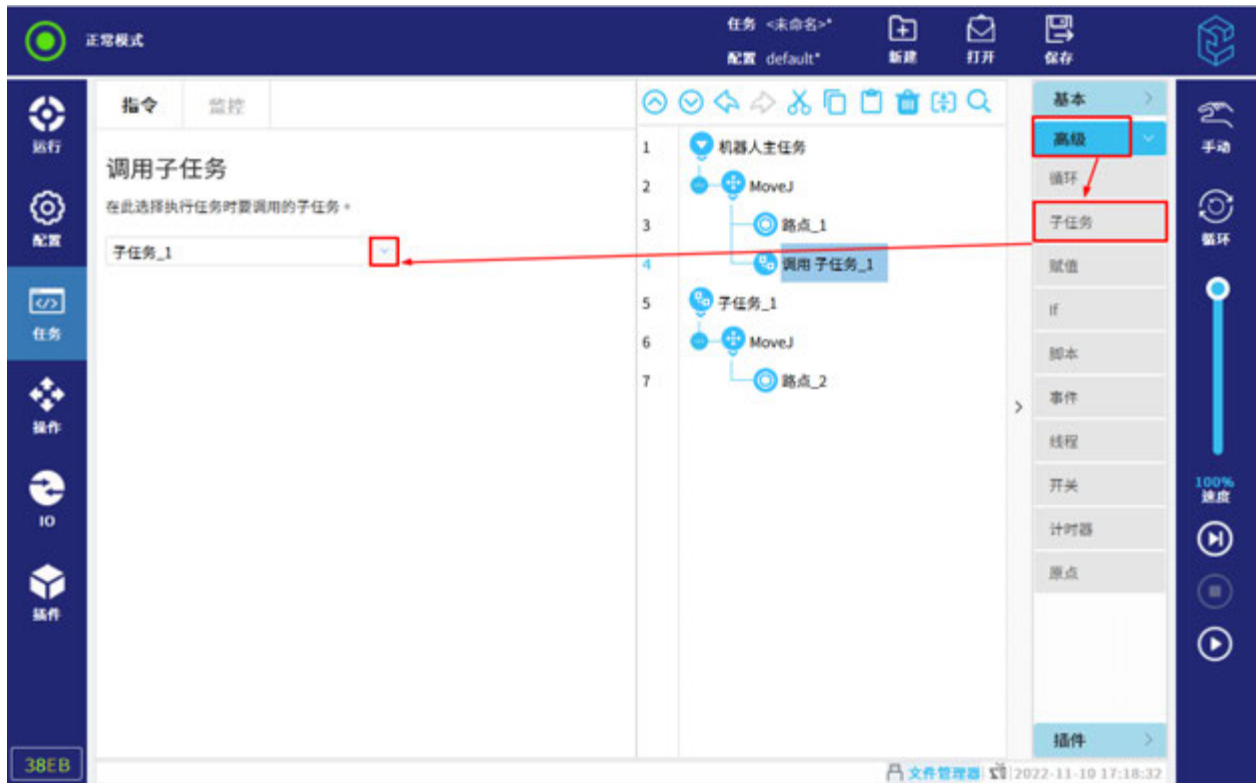

图 12-20 サブタスクの呼び出し
2. タスクツリーの「呼び出し」をクリックして、「新規作成」をクリックする、または既存のサブタスクファイルを図 12-20 に示すように選定する。